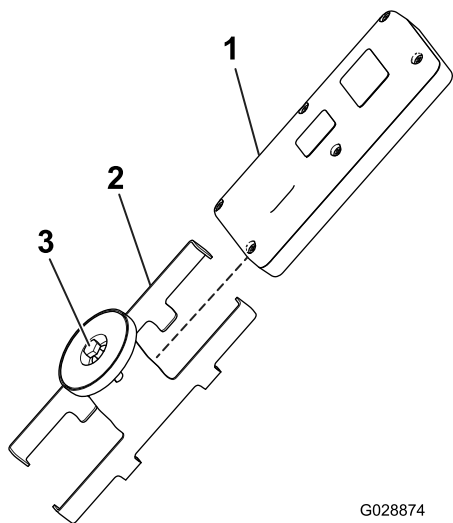

図 22
5. ハンドヘルドリモートをマグネット式リモートブラケットに組み付け、二つを合わせた状態で、マグネットについているボルトを締め付ける (図 22)。